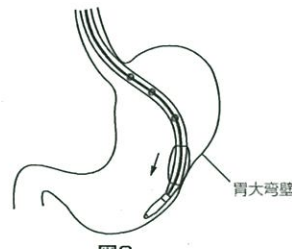

図3
- X線透視下に患者の体位を変えながら、胃大弯壁に沿って胃幽門前庭部まで本品を進める (図3)。